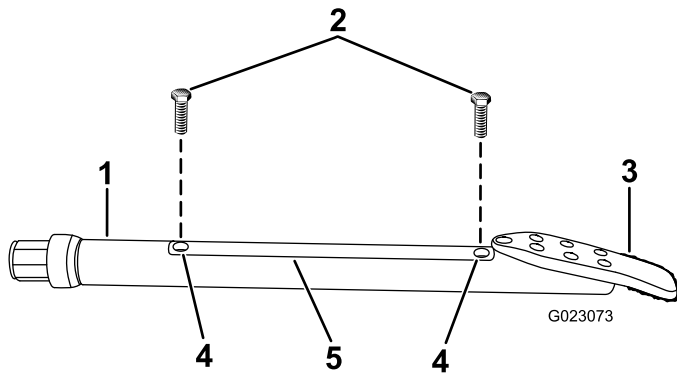

Figure 50
2. Desserrez les vis qui fixent le couvercle du porte-sonde au porte-sonde et déposez le couvercle (Figure 50).
4. Reposez le couvercle du porte-sonde et fixez-le au moyen des vis (Figure 50).